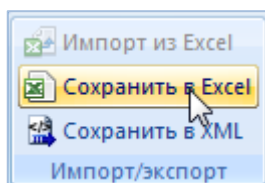

Рис. 28-41 – Кнопка «Сохранить в Excel» панели Импорт/экспорт
- 2) Нажать кнопку «Сохранить в Excel» панели «Импорт/экспорт» (рис. 28-41).